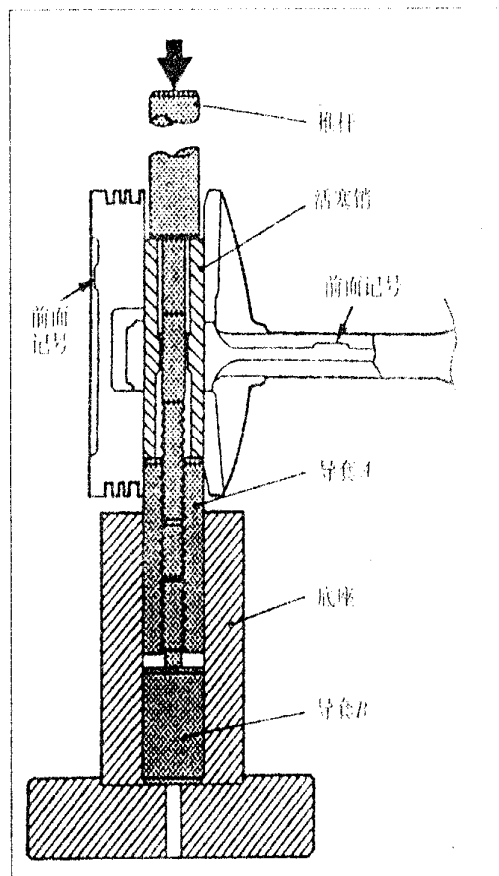

图 3-46
h. 如图 3-46 在活塞前面记号向下的状态下将活塞和连杆装到活塞销安装底座上。